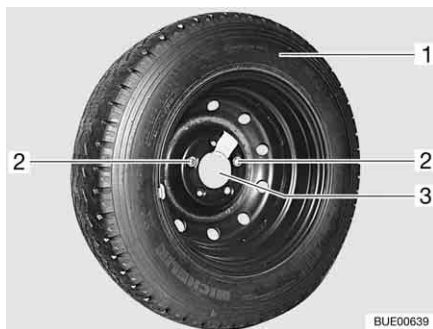

Fig. 280 Etrier de roue de secours dans le garage arrière
- Dévisser et retirer les deux vis de fixation (Fig. 280,2) avec les outils de bord.
- Retirer la roue de secours (Fig. 280,1) de sur l'étrier (Fig. 280,3).